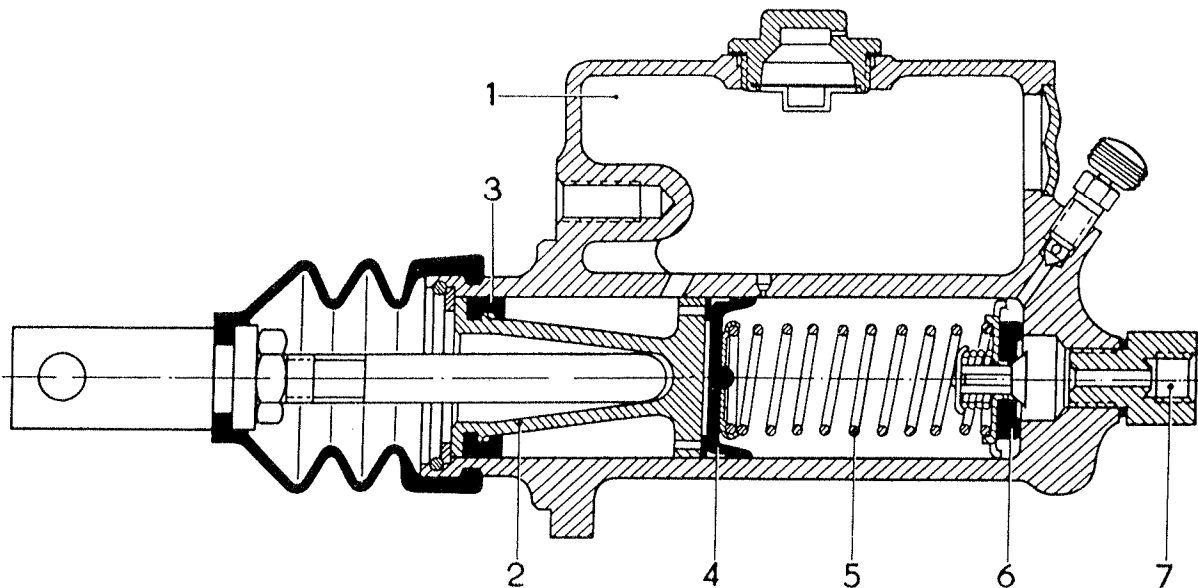

Abb. 15
- b) Die **Vierrad-Öldruck-Innenbacken-Bremse**, auf alle vier Räder wirkend, wird durch den Bremsfußhebel, der mit dem Kolben des Hauptbremszylinders verbunden ist, betätigt (Abb. 15). Beim Niederreten des Bremsfußhebels drückt der Kolben im Hauptbremszylinder das Bremsöl durch die Ölleitungen in die Radbremszylinder, wodurch die Bremsbacken gegen die Bremstrommel gedrückt werden.